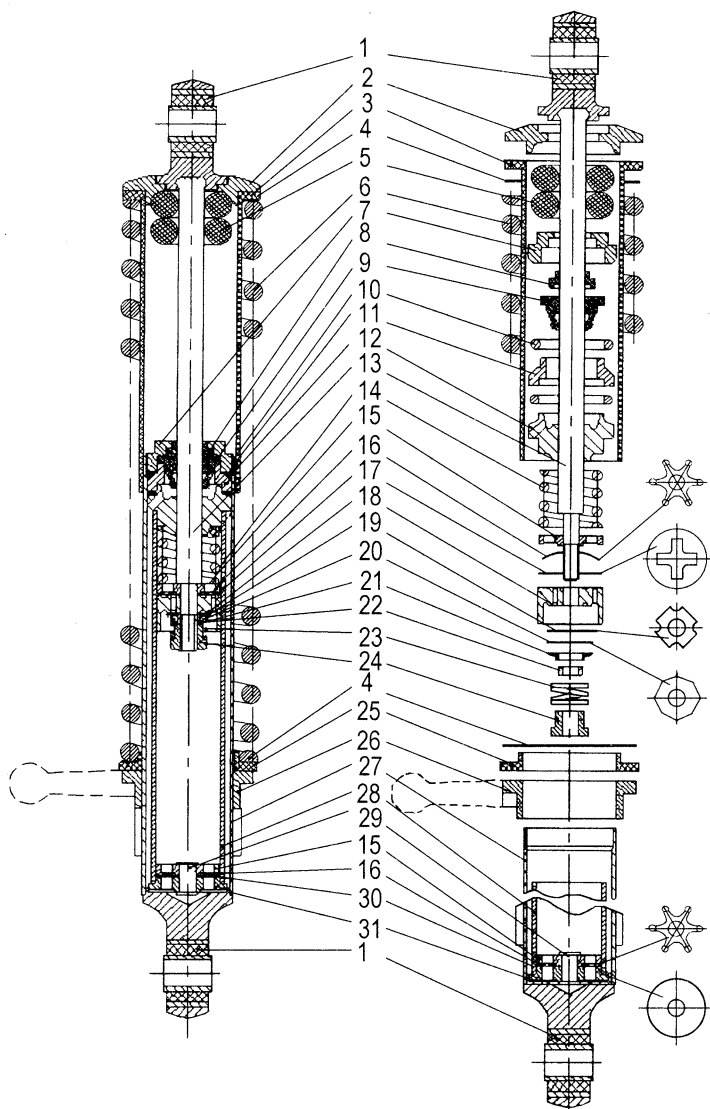

Рис. 4.3. Задний амортизатор (амортизатор подвески заднего колеса):
- вынуть амортизатор из приспособления, снять пружину 6 (рис. 4.3) подвески и вынуть из нее стакан 3 с опорной шайбой 4;
- снять со штока пружину 23 (см. рис. 4.3), тарелку 21 клапана, распорную втулку 22, клапан 20, дроссельный диск 19, поршень 18, клапан 17, пружину 16 диска клапана, ограничитель 15 клапана, пружину 14 отбоя, втулку 12 штока с сальником 10 резервуара, распорную втулку 11 с сальником 10, сальник 9, вкладыш 8, корпус сальника 7 и буфер 5.
- зазор между внутренним диаметром цилиндра 28 (см. рис. 4.3) и наружным диаметром поршня 18 более 0,25 мм;